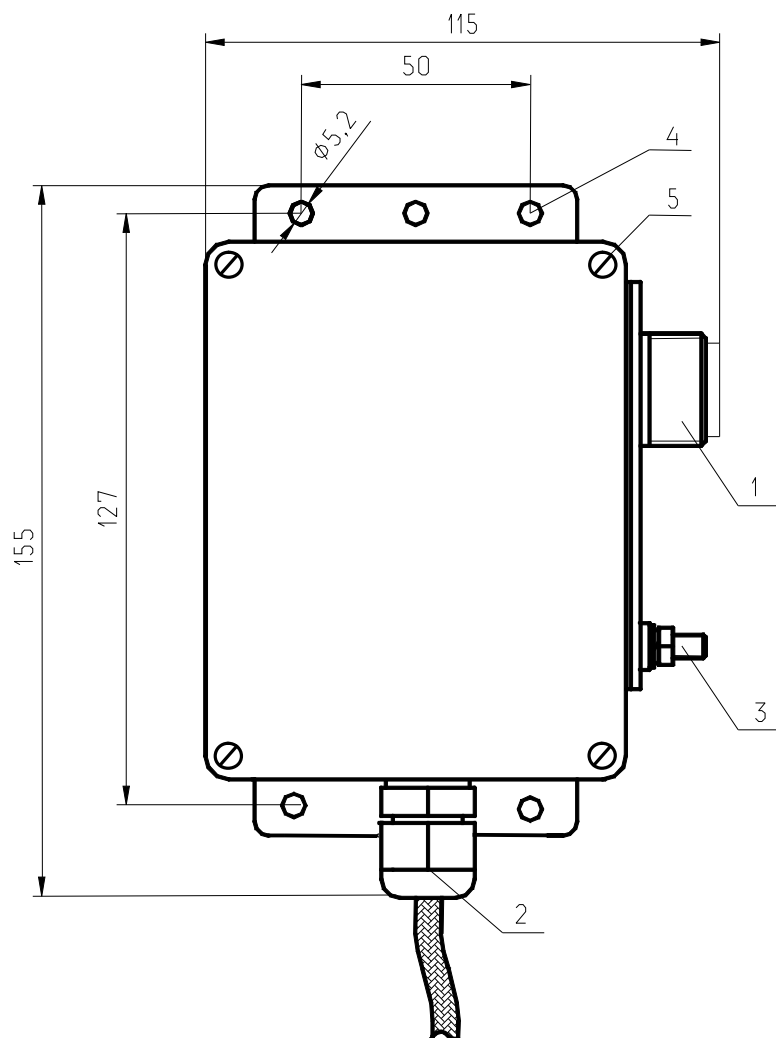
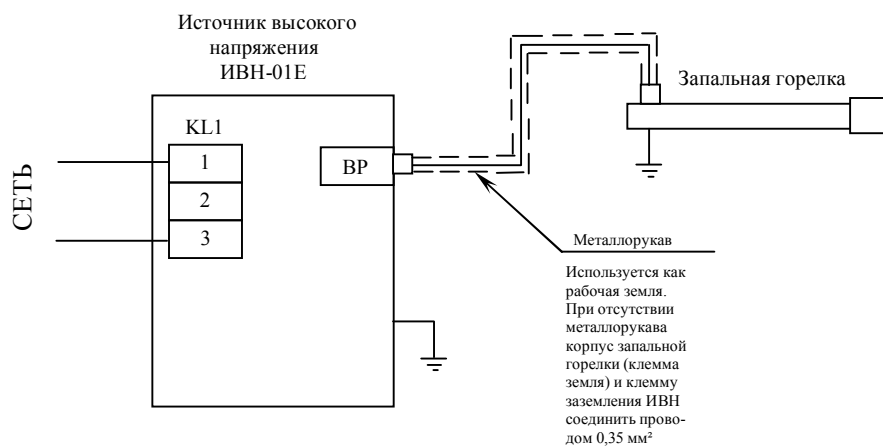

Рис. 1. Внешний вид источника высокого напряжения ИВН-01Е.
Рис. 3. Схема электрических соединений ИВН-01Е с электродом запального устройства (запальной горелки).
7.2. Порядок подключения кабеля к клеммной колодке следующий (см. Рис. 1).
- отвинтить четыре винта М3,5 крепления крышки (5) и снять крышку;
- отвинтить уплотнительную гайку кабельного ввода (2);
- протянуть кабель клеммника KL1 (цепи питания) через кабельный ввод (2) и затянуть уплотнительную гайку;
7.3. Соединить ИВН-01Е с электродом запальной горелки (рис. 3). При отсутствии металлорукава корпус запальника (клемму земля) и клемму заземления ИВН соединить проводом сечением не менее 0,35мм².